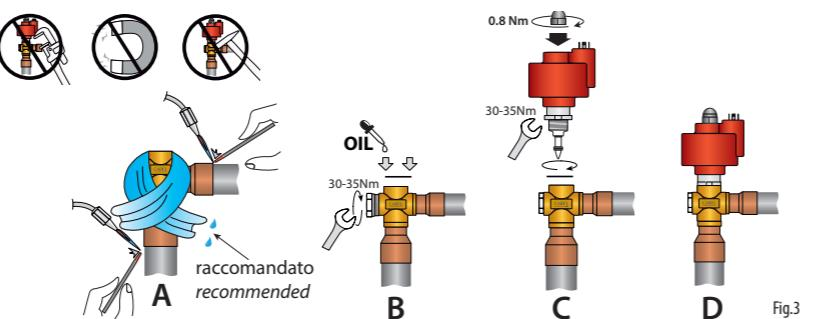

Fig.3
La valvola è bidirezionale, con ingresso preferenziale del liquido dal raccordo laterale. Nel caso di utilizzo di valvole di intercettazione prima o dopo la valvola di espansione, è necessario configurare il circuito affinché non si generino colpi d'ariete in prossimità della valvola e che non siano mai contemporaneamente chiuse al fine di evitare sovrappressioni pericolose nel circuito. Installare sempre un filtro meccanico prima dell'ingresso del refrigerante. Seguire l'orientamento spaziale riportato in Fig. 3 per l'installazione. La posizione consigliata della valvola è la stessa della termostatica di tipo tradizionale, a monte dell'evaporatore e dell'eventuale distributore. I sensori (non forniti con la valvola) devono essere posizionati immediatamente a valle dell'evaporatore, prima di eventuali dispositivi che alterino la pressione (es. valvole) e/o temperatura (es. scambiatori).
La valvola deve essere saldata al circuito mediante brasatura dei raccordi ai tubi di uscita condensatore (IN) e di ingresso evaporatore (OUT). Seguire la successione indicata in Fig. 3:
- È raccomandato avvolgere uno straccio bagnato sul corpo valvola e procedere alla brasatura orientando la fiamma verso l'estremità dei raccordi come da Fig. 3-A. È consigliato l'utilizzo di una lega a base fosforo, ad es. CuP 281 (ISO17672). La temperatura del corpo valvola deve essere sempre inferiore ai 110 °C.
- Utilizzare l'O-ring (diam. int. 28,25 mm; sp. 2,62 mm; mat. Neoprene) presente nella confezione per poi inserirlo nell'apposita cava schiacciandolo con la pressione del dito. Verificare la corretta posizione dello stesso testandone l'adesione uniforme sul fondo della sede di tenuta (Fig. 3-B);
- Avvitare il corpo valvola e la cartuccia in acciaio come riportato in Fig. 3-C.
- Inserire il motore nella cartuccia fino a fondo corsa, seguendo le indicazioni di Fig. 3-B e collegarlo al driver CAREL secondo le istruzioni riportate nelle Fig. 5-6.
- A valvola fredda, avvitare sul corpo valvola la spia di flusso (se predisposta, cod. E4VSGH00*) nel foro filettato verificando la presenza e l'integrità dell'O-ring (diam. int. 20,35 mm; sp. 1,78 mm; mat. Neoprene (materiali diversi possono compromettere il corretto utilizzo dell'assieme)) che ne garantisce la tenuta ermetica. **Attenzione!** Si consiglia di lubrificare l'O-Ring con uno strato sottile di olio compatibile. Serrare la spia seguendo le indicazioni di Fig. 3-B.
The valve has two-way operation, with liquid inlet preferably from the side connection. If a shut-off valve is used before or after the expansion valve, the circuit must be configured to avoid liquid hammer near the valve, and to ensure that the valves are never closed at the same time to avoid dangerous overpressure in the circuit. Always install a mechanical filter before refrigerant inlet. Follow the layout illustrated in Fig. 3 for installation. The recommended position of the valve is the same as for a traditional thermostat, upstream of the evaporator and the distributor, if installed. The sensors (not supplied with the valve) must be positioned immediately downstream of the evaporator, before any devices that affect the pressure (e.g. valves) and/or temperature (e.g. heat exchangers).
The valve must be welded to the circuit by brazing the connections to the condenser outlet (IN) and evaporator inlet (OUT) pipes. Follow the sequence illustrated in Fig. 3:
- Wrap a wet rag around the valve body and carry out the braze-welding, directing the flame towards the ends of the fittings, as shown in Fig. 3-A. It is recommended to use a phosphorus-based alloy, e.g. CuP 281 (ISO17672). The valve body temperature must never exceed 110 °C.
La vanne est bidirectionnelle, avec une entrée préférentielle du liquide provenant du raccord latéral. Si des vannes d'arrêt sont utilisées avant ou après le détendeur, le circuit doit être configuré de manière à ce qu'aucun coup de bâillement ne soit généré à proximité du détendeur et que les vannes d'arrêt ne soient jamais fermées en même temps afin d'éviter toute surpression dangereuse sur le circuit. Toujours installer un filtre mécanique avant l'entrée du liquide de refroidissement. Suivre l'orientation spatiale indiquée sur la Fig. 3 pour l'installation. La position recommandée de la vanne est la même que celle de la vanne thermostatique traditionnelle, en amont de l'évaporateur et de l'éventuel distributeur. Les capteurs (non fournis avec la vanne) doivent être placés immédiatement en aval de l'évaporateur, avant tout éventuel dispositif modifiant la pression (par ex., vannes) et/ou la température (par ex., échangeurs de chaleur).
La vanne doit être soudée au circuit par brasage des raccords aux tubes de sortie du condens. (IN) et d'entrée de l'évaporateur (OUT). Suivre l'ordre indiqué sur la Fig. 3:
2. Il est recommandé d'envelopper le détendeur dans un chiffon humide et de procéder au brasage en orientant la flamme vers l'extrémité des raccords, comme indiqué Fig. 3-A. L'utilisation d'un alliage à base de phosphore est recommandée, par ex. CuP 281 (ISO17672). La température du corps du détendeur doit toujours être inférieure à 110 °C.
3. Utiliser le joint torique (diam. int. 28,25 mm; ép. 2,62 mm ; mat. néoprène) présent dans l'emballage, puis l'insérer dans la rainure en le comprimant avec un doigt. Vérifier la position du joint en contrôlant qu'il adhère bien uniformément au fond du logement du joint d'étanchéité (Fig. 3-B);
5. Insérer le moteur à fond dans la cartouche, en suivant les indications de la Fig. 3-B et le raccorder au driver CAREL en suivant les instructions des Fig. 5-6. Lorsque le détendeur est froid, visser sur le corps du détendeur le témoin de débit (si prédisposé, code E4VSGH00*) à l'intérieur de l'orifice fileté, en vérifiant la présence et l'intégrité du joint torique (diam. int. 20,35 mm; ép. 1,78 mm; mat. Néoprène (des matériaux différents peuvent nuire à une utilisation correcte de l'ensemble), qui garantit l'étanchéité. **Attention!** Il est recommandé de lubrifier le joint torique avec une fine couche d'huile compatible. Serrer le témoin lumineux comme indiqué sur la Fig. 3-B.